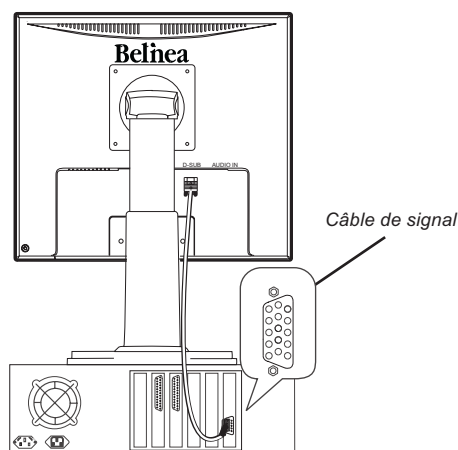
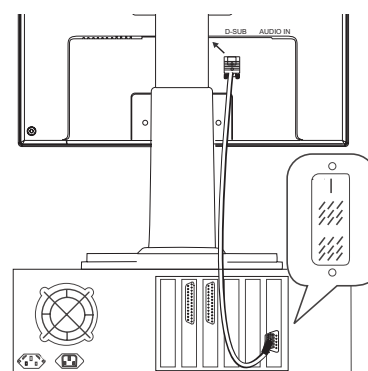

Figure 2a. Raccordement du moniteur au PC
Figure 2b. Connexion via l'interface DVI-D
2. Connectez le câble d'interface à 15 broches au PC (voir fig. 2a).
Si vous utilisez une carte graphique dotée d'un connecteur DVI-D numérique (connecteur à 24 broches), connectez une extrémité du câble DVI-D (non fourni) au moniteur (voir fig. 2b) et l'autre extrémité au PC.
**Input** : Contrôle la sélection du signal d'entrée. Le moniteur vous permet d'établir les branchements suivants : carte graphique analogique via l'interface mini D-Sub à 15 broches (voir fig. 2a), carte graphique numérique via l'interface DVI-D à 24 broches (voir fig. 2b).